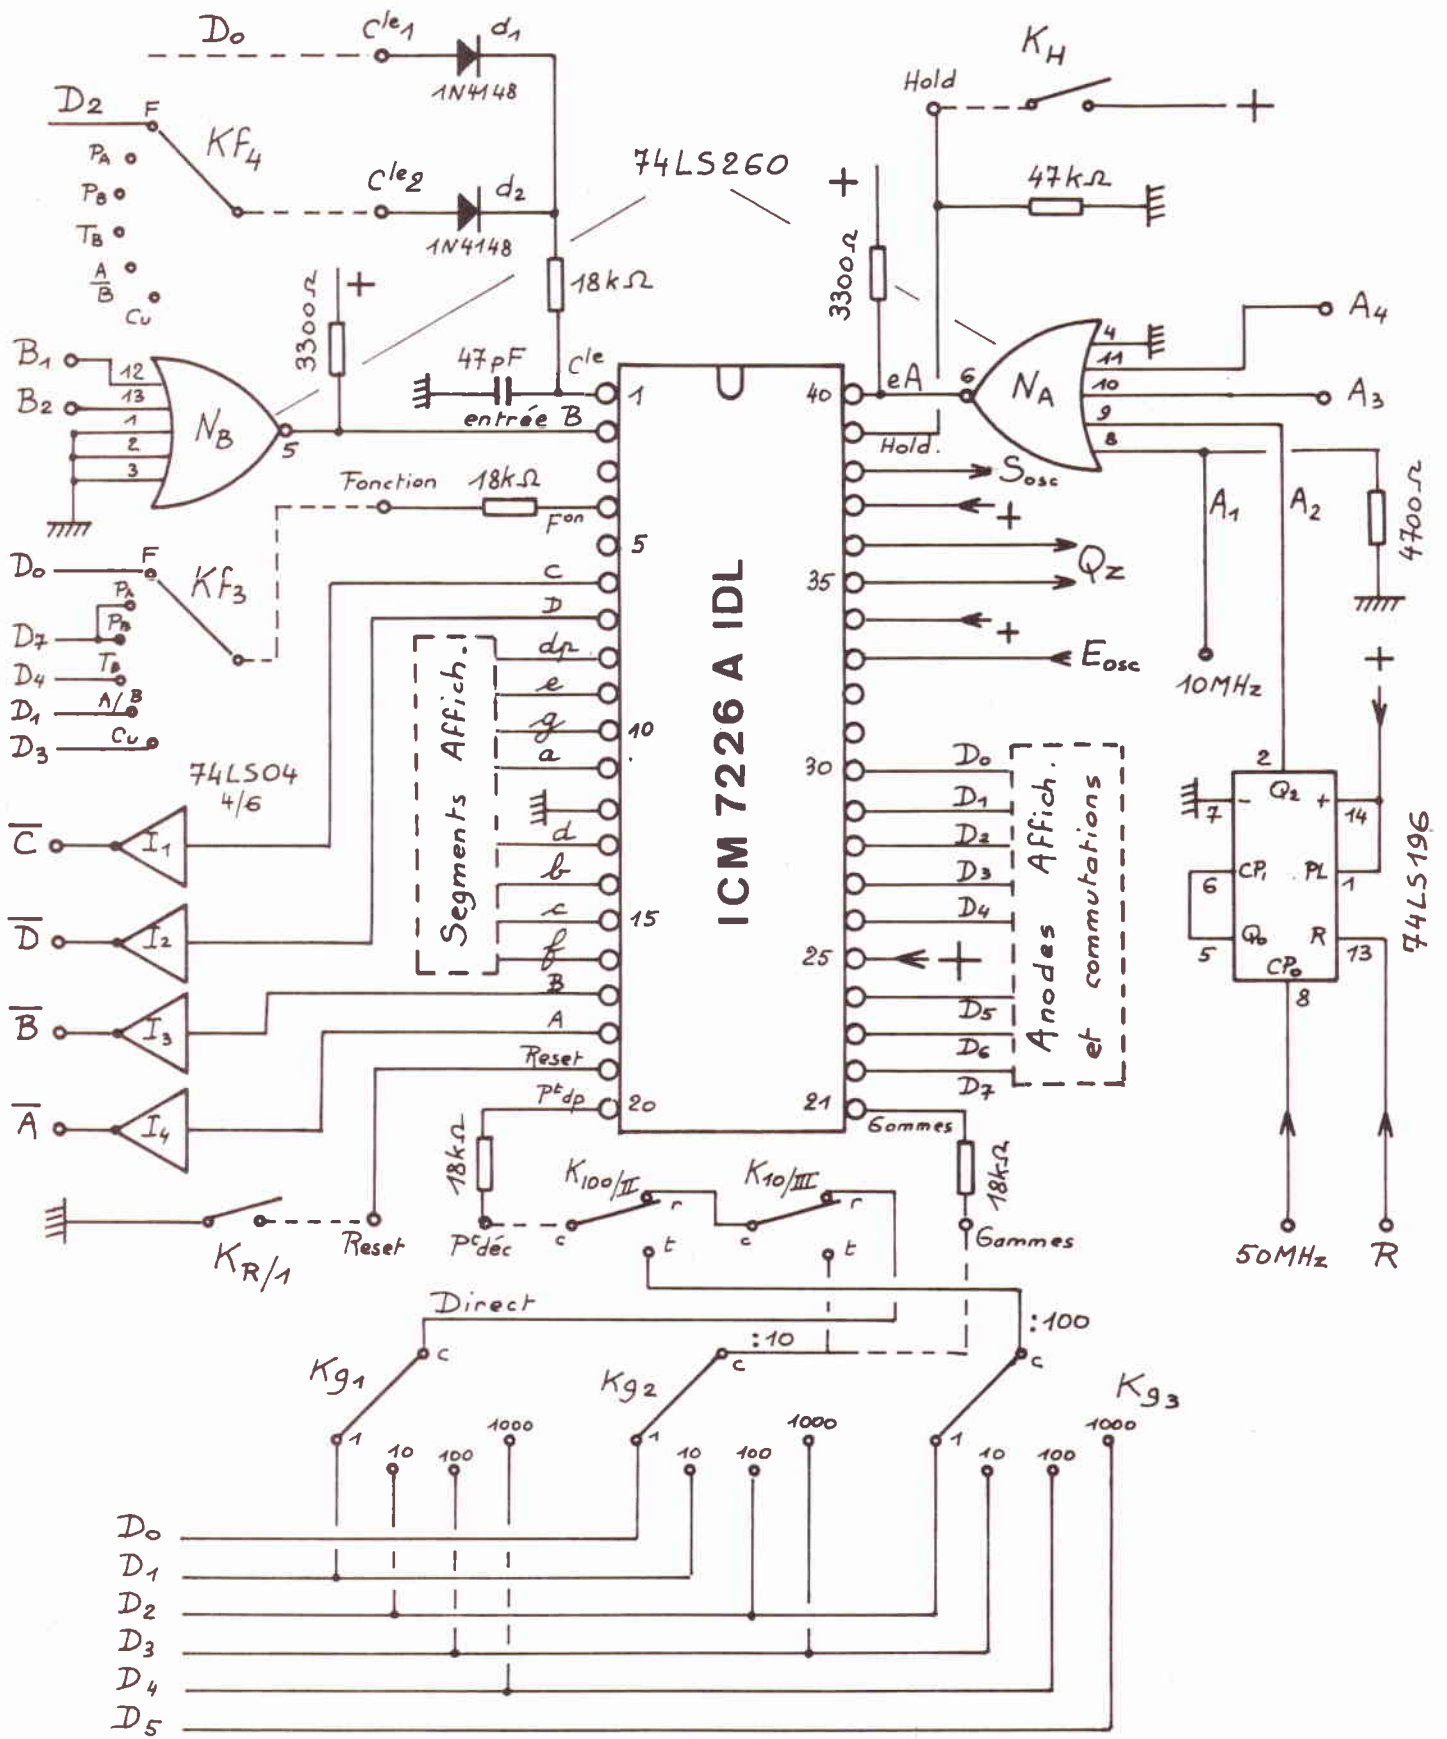

Fig. 6. - Le 7226 A dans le TFX 3.
Se reporter à la figure 6.
Ext. Decimal Point Input (20) cette entrée ne devient active qu'en position fréquence-mètre. Voir ci-dessus. Dans ce cas, selon le nombre de prédiviseurs par 10 intercalés dans l'entrée de mesure, le point décimal est convenablement placé, en fonction de la gamme choisie. La figure 7 montre toutes les possibilités. Lorsque les deux prédiviseurs sont en service, pour des fréquences dépassant 40 MHz, l'affichage se fait en MHz. En nous reportant à la figure 6, nous voyons comment le résultat est obtenu :
N.B. : les connexions en pointillés, de la figure 6 sont des liaisons souples entre le circuit imprimé principal portant le 7226 A et les organes de commutation.
Les circuits de l'oscillateur de base de temps ne sont pas dessinés sur la figure 6. En effet, il faut distinguer deux cas :